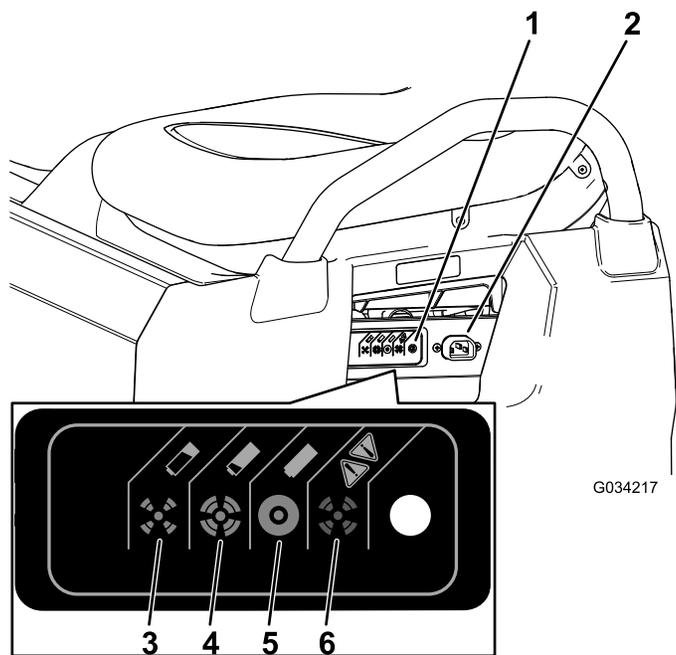

図 38
3. チャージャコードの太さは16 ゲージまたはそれ以上太いもので、長さは2.5 m 以内を、マシンの充電ソケットに接続する 図 38。
充電状態を表す色の意味については、下の表と図 38 で確認してください。